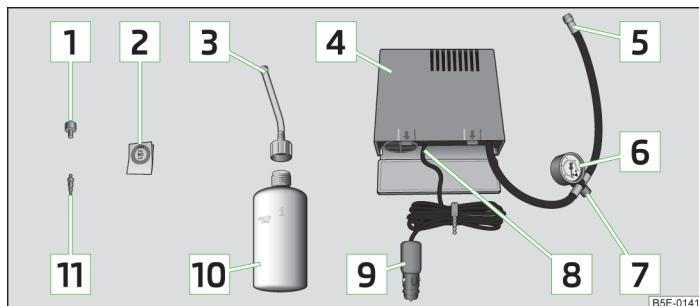

Fig. 152 Componentele setului
- Lipiți autocolantul **2** » fig. 152 la pagina 183 pe planșa de bord, în câmpul vizual al șoferului.
- Scuturați de câteva ori bine recipientul de umplere a anvelopei **10** » fig. 152 la pagina 183.
- Înșurubați bine furtunul de presiune **5** » fig. 152 la pagina 183 al compresorului de aer pe ventilul anvelopei.